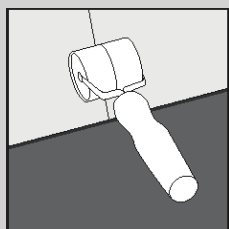

Fig. 4
5. Ga door met het leggen van de planken/tegels naar de andere kant van de ruimte tot de rij compleet is; gebruik een handroller als hulpmiddel (Fig. 4).